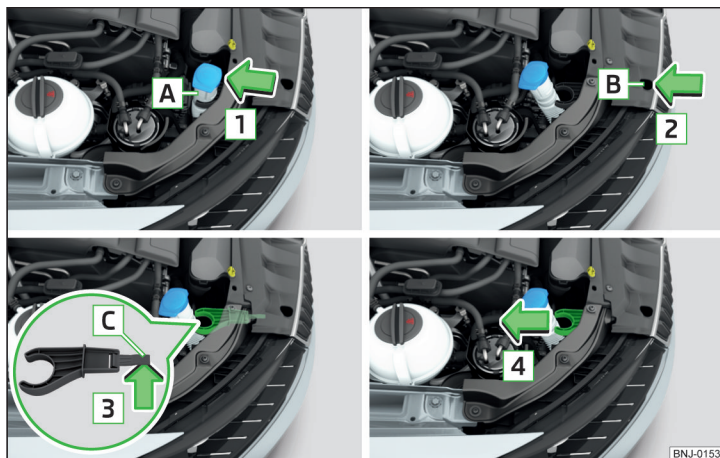

Fig. 205 Afmontering af holder til sprinklervæskebeholderens studs
- › Løsn beholderens studs **A** fra holderen i pilens retning **1** » Fig. 205.
- › Skub holderen til beholderens studs ind modsat pilens retning **4** » Fig. 205.